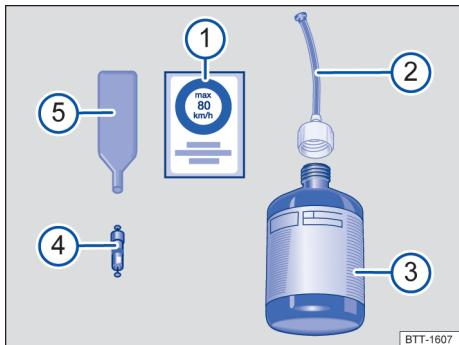

Fig. 211 Representação esquemática: componentes do kit de reparo dos pneus.
O kit de reparo dos pneus é composto pelos seguintes componentes → Fig. 211:
- ① Conector do cabo 12 V.
- ② Interruptor LIGA-DESLIGA.
③ Indicação da pressão dos pneus.
④ Parafuso de sangria de ar.
⑤ Mangueira de enchimento dos pneus.
⑥ Compressor de ar.
A chave para remoção do elemento da válvula → Fig. 211 ⑤ possui uma fenda na extremidade inferior, na qual se ajusta o elemento da válvula. Somente assim é possível remover e reinstalar o elemento da válvula do pneu. Isto também é válido para o elemento da válvula de reposição ④.
11. Colar a etiqueta adesiva → Fig. 211 1 do kit de reparo dos pneus no painel de instrumentos, no campo de visão do condutor.
- Com a chave para remoção do elemento da válvula → Fig. 211 ⑤, desenroscar o elemento da válvula da válvula do pneu e colocá-lo sobre uma superfície limpa.
- Agitar a garrafa para enchimento dos pneus → Fig. 211 ③ algumas vezes com força.
- Rosquear a mangueira de enchimento → Fig. 211 ② com firmeza no sentido horário sobre a garrafa para enchimento dos pneus. A película na tampa é perfurada automaticamente.
- Remover o bujão da mangueira de enchimento → Fig. 211 ② e introduzir totalmente a extremidade aberta na válvula do pneu.
- Rosquear novamente o elemento da válvula com a chave para remoção do elemento da válvula → Fig. 211 ⑤ na válvula do pneu.